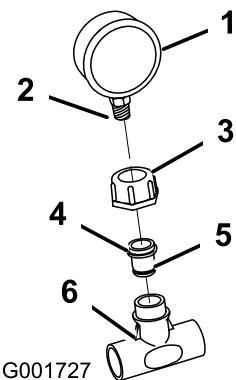

Figura 12
- Avvolgete i fili dell'indicatore di pressione con del nastro di Teflon. Installate il piccolo dado di plastica e il gruppo riduttore sull'indicatore di pressione. Utilizzate una chiave esagonale per avvitare il gruppo riduttore sull'indicatore di pressione (Figura 12).
- Installate il gruppo dell'indicatore di pressione al raccordo a T di plastica (Figura 12).